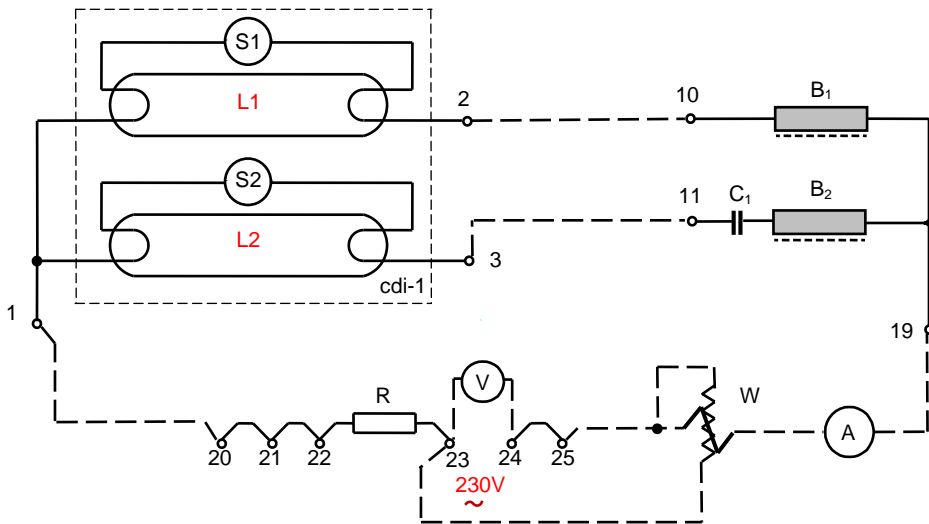

Fig. 5
2.3 Îngroșați pe schema din Fig.5 legăturile care trebuie realizate pentru a forma montajul duo. Executați montajul.